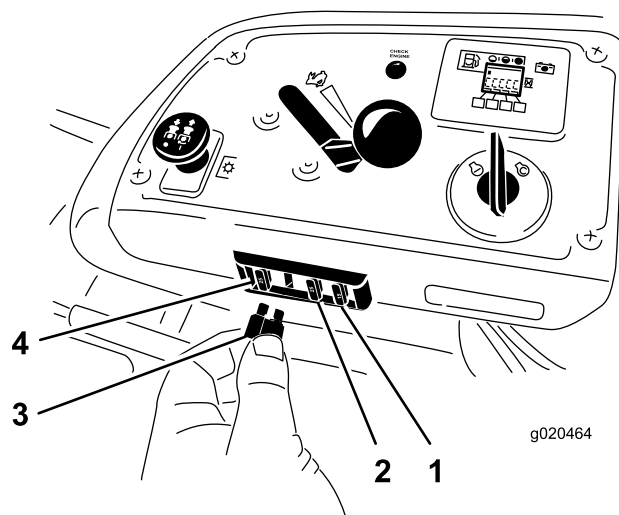

Figure 61
1. Les fusibles se trouvent sur la console, à droite du siège (Figure 61).
3. Remplacez le fusible (Figure 61).